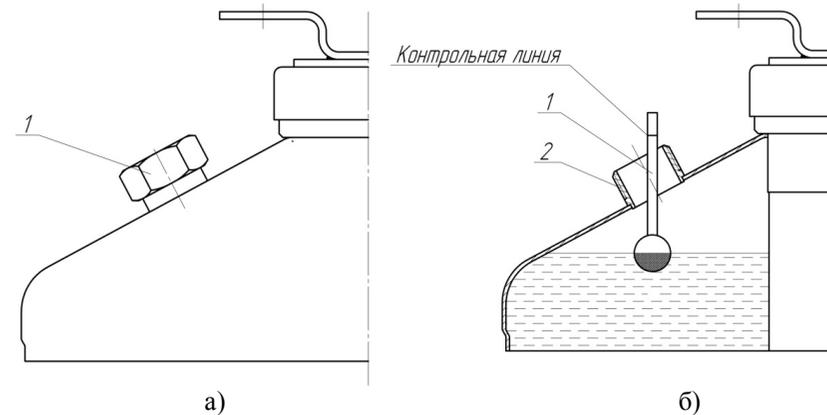

Рис.6
7.9.1 Открутить гайку (поз.1, рис.6 а) на заливной горловине.
7.9.2 Опустить измеритель уровня ОТВ (поз.1, рис.6 б) в заливную горловину (поз.2, рис.6 б). Контрольная линия на стержне измерителя уровня ОТВ должна быть выше уровня заливной горловины см. рис.6 б.